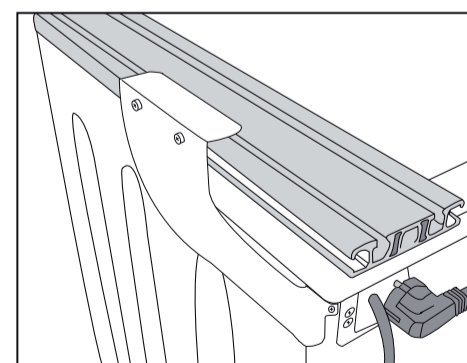
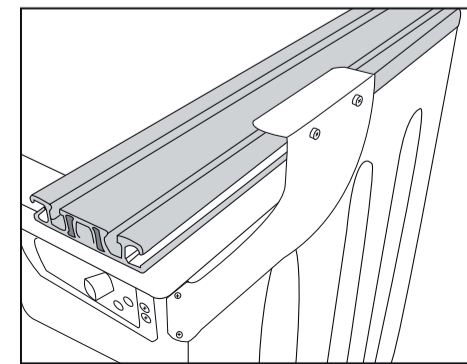

Figura 7-1
Figura 7-2
Con 2 viti (10) assemblare la parte posteriore (4a) su ogni lato della lavatrice. (Figura 7-1 / Figura 7-2)
Stringere i 2 viti (7) e i dadi (3) su ogni lato per terminare l'assemblaggio tra la parte posteriore (4a) e il profilo di supporto (1). (Figura 7-1 / Figura 7-2)